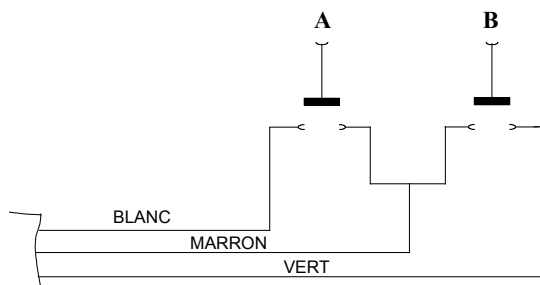

Fig. 2
Le branchement de câbles distants est effectué selon la fig. 2.
Pour allumer la lampe, presser et relâcher le bouton « A » (fig.2).
c) pour obtenir immédiatement l'intensité lumineuse minimale, presser le bouton «B» (fig.2). A l'atteinte de l'intensité minimale, un signal sonore retentit (1 bip).